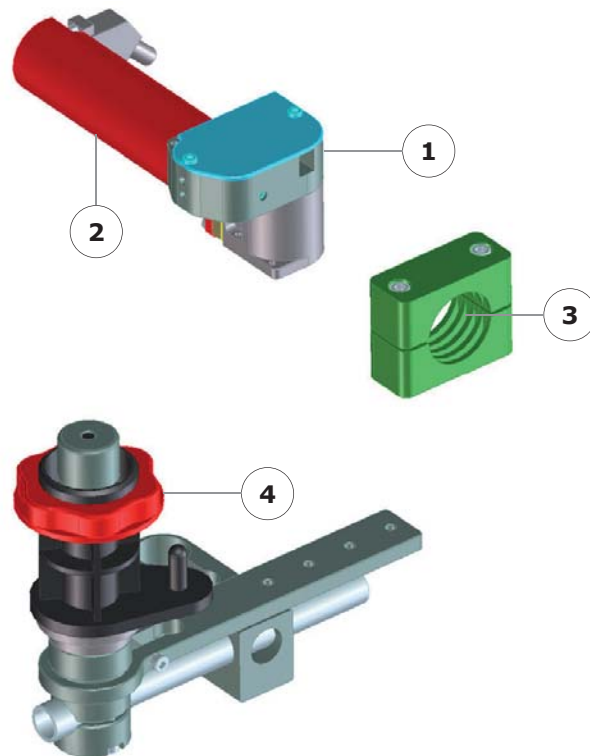
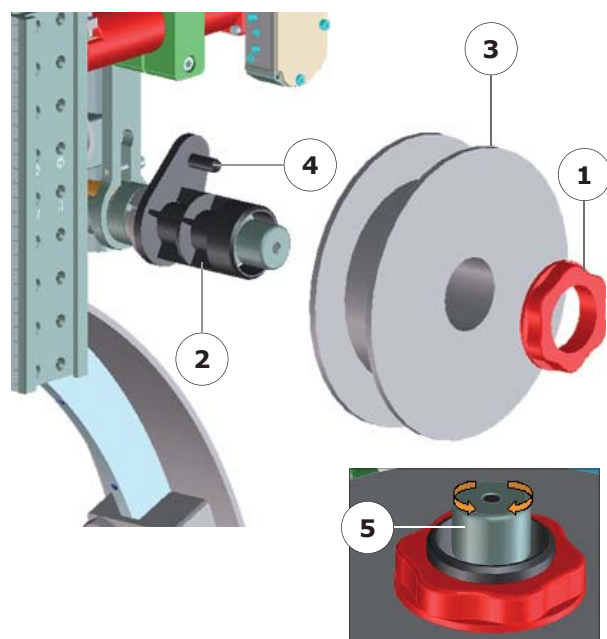

Abb. 5.1 - Baugruppen des Drahtvorschubs
Abb. 5.2 - Einsetzen einer 5 kg Drahtspule
- dem Drahtvorschubgetriebe (Abb. 5.1 - Index 1)
- dem Antrieb (Abb. 5.1 - Index 2)
- einer Befestigung (Abb. 5.1 - Index 3)
- der Aufnahme für 5 kg Drahtspulen (Abb. 5.1 - Index 4).
Den Sicherungsring (Abb. 5.2 - Index 1) von der Spulenaufnahme (Abb. 5.2 - Index 2) abschrauben. Die Drahtspule (Abb. 5.2 - Index 3) so auf die Aufnahme stecken, dass der Mitnahmedorn für den Antrieb (Abb. 5.2 - Index 4) in der entsprechenden Bohrung liegt.
Die Wirkung der Spulenbremse lässt sich mit der Zentralschraube (Abb. 5.2 - Index 5) der Spulenaufnahme einstellen.
Den Dichtring (Abb. 5.2 - Index 2) in die Nut der Gaslinse (Abb. 5.2 - Index 1) einlegen. Die Wolframelektrode (Abb. 5.2 - Index 3) in die Elektrodenspannzange (Abb. 5.2 - Index 4) einsetzen. Die genutete Seite der Zange muss zur Spitze der Wolframelektrode weisen. Die beiden Bauteile zusammen in das Gehäuse der Gaslinse (Abb. 5.1 - Index 1) einsetzen.
- Die Elektrode in dieser Stellung mit dem Drehknopf (Abb. 5.2 - Index 1) fixieren.